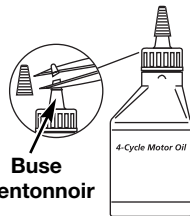

Fig. 7
1. Dévisser le bouchon de la bouteille d'huile et retirez le papier couvrant l'ouverture. Remplacez le bouchon. Coupez la pointe de la buse de l'entonnoir (Fig. 7).